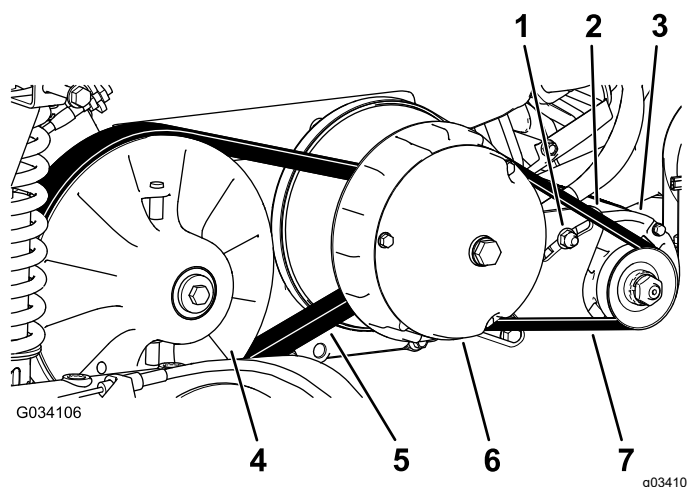

Figura 65
6. Haga girar la correa e inspecciónela (Figura 65) para asegurarse de que no está excesivamente desgastada o dañada.
3. Haga girar la correa y llévela sobre el embrague secundario (Figura 65).
4. Retire la correa del embrague primario (Figura 65).
5. Coloque la correa nueva sobre el embrague primario (Figura 65).
6. Haga girar la correa y llévela sobre el embrague secundario (Figura 65).
2. Afloje la tuerca del pivote del generador de arranque (Figura 65).
4. Aplique presión descendente sobre la palanca para hacer girar el motor de arranque hacia abajo en la ranura, hasta que la tensión de la correa sólo permita una desviación de 6 mm ($\frac{1}{4}$ ") con una fuerza de 44 N·m (10 pies-libra) (Figura 65).
5. Apriete la tuerca del pivote a mano y retire la palanca (Figura 65).